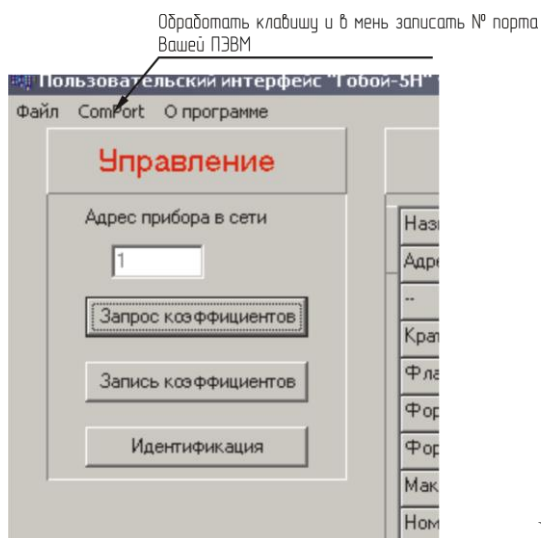

Рис.2
6. Установить № Вашего порта в выпадающем меню, как показано на рис.2 и дать ОК.
12. Подвести курсор к клавише “Запись коэффициентов”, рис.2, и обработать ее.
13. Проверить запись можно обработав клавишу “Запрос коэффициентов”, рис.2. При запросе убедиться, что отсечка 0,5%.
14. Файл Вашей настройки “*.set” можно записать на рабочий стол или в любую папку, обработав клавишу “Файл” на рис.2 и далее как обычно “Сохранить”.